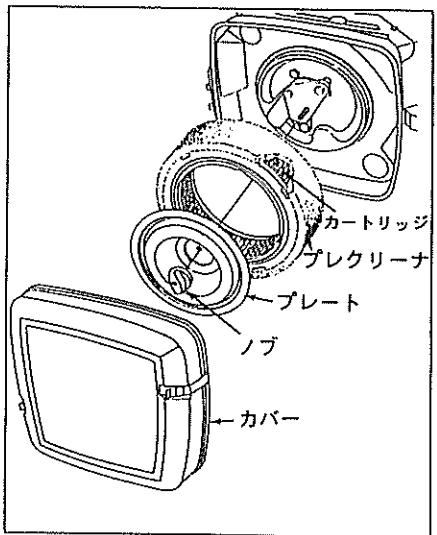

図35 エアクリーナ
- (1) カバーアッセンブリを外す。(図35参照)
- (1) ノブとプレートを取り外します。(図35参照)
- (2) エアクリーナカバーを元の場所に取付けます。(図35)